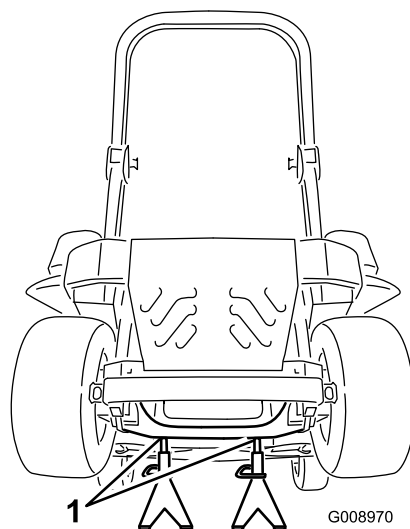

Figura 92
3. Levante la máquina y apóyela sobre gatos fijos (Figura 92).
9. Retire los gatos fijos y baje la máquina (Figura 92).